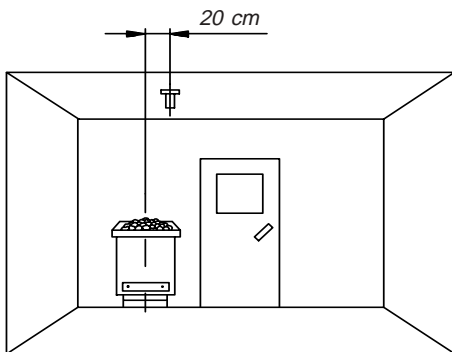

Abb. 6
Beachten Sie bitte, dass sich nachfolgende Maßangaben auf die Werte beziehen, die bei der Geräteprüfung nach EN 60335-2-53 vorgegeben wurden. Grundsätzlich muss der Ofenfühler an der Stelle montiert werden, an der die höchsten Temperaturen erwartet werden. Einen Überblick über den Montageort des Fühlers gibt Ihnen Abb. 6.
1. Der Ofenfühler wird in Kabinen bis zu der Größe von 2 x 2 m gemäß Abb. 6 und 7 montiert, in größeren Kabinen gemäß Abb. 6 und 8 montiert.